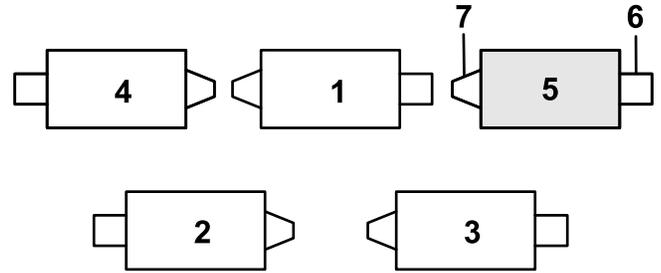

图 12
1. 如果发卡销安装在补偿弹簧杆的后孔中——拆下发卡销并将其插到支架旁边的孔中图 12。